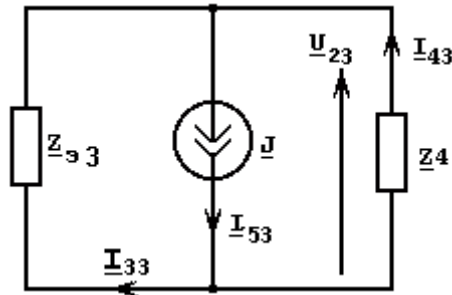

Рисунок 1.13
4.3. Ток $\underline{I}_{43}$ в схеме (рисунок 1.13) определим по правилу делителя тока